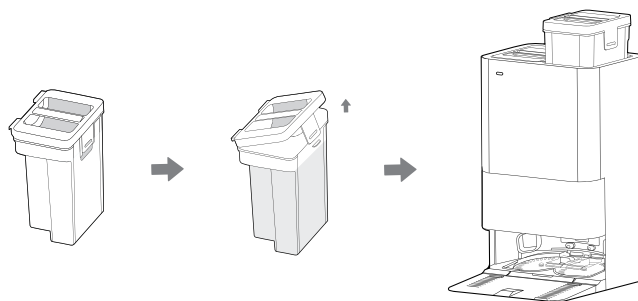

Рис. 5
10. Перед первой уборкой снимите резервуар для чистой воды справа, откройте крышку, добавьте чистую воду с моющим средством Hoover (35602971-DETHNHOV) [Рис. 5]